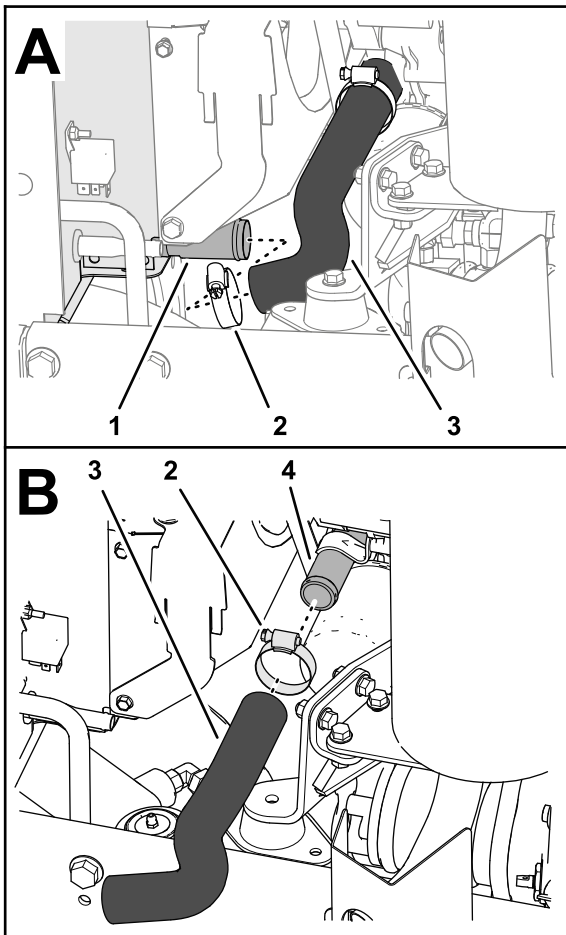

Figura 15
1. Rimuovete la fascetta stringitubo che fissa il flessibile inferiore del radiatore all'uscita del radiatore e staccate il flessibile dal radiatore (Figura 15).
2. Rimuovete la fascetta stringitubo che fissa il flessibile inferiore del radiatore all'uscita del motore e staccate il flessibile dal motore (Figura 15).